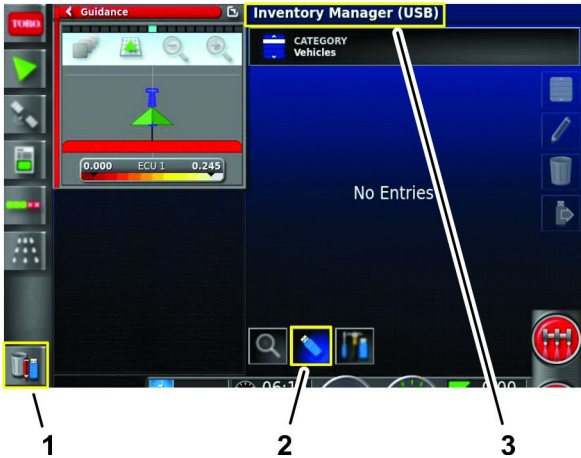

Figura 97
- 3. Premete l'icona Sistema di gestione dell'inventario (Figura 97).
- 4. Se il titolo nella parte superiore della schermata indica Sistema di gestione dell'inventario (USB), premete l'icona Commuta visualizzazione (Figura 97).